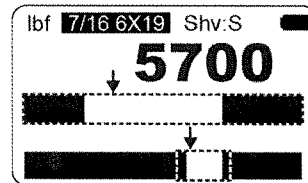

図 3.4 張力の確認画面
*Check-tensioning Mode*: Check-tensioning モードでは、必要張力に対して印加された力を迅速かつ簡単にグラフ表示します。このモードは、同じ張力範囲に繰り返し張力調整を行う場合に適しています。このモードでは、印加張力を棒グラフで表示します。図 3.4 を参照してください。黒いバーは、ゼロから最終的に破断に至るまでのワイヤーの計測範囲を表しています。広い白色の帯は、入力可能な上限値と下限値に基づいた測定公差です。現在値は、黒いバーの上に矢印と白線で表示されます。測定値が許容範囲の±5%以内に入ると、許容範囲が拡大表示されます。図 3.4 の下の例を参照してください。